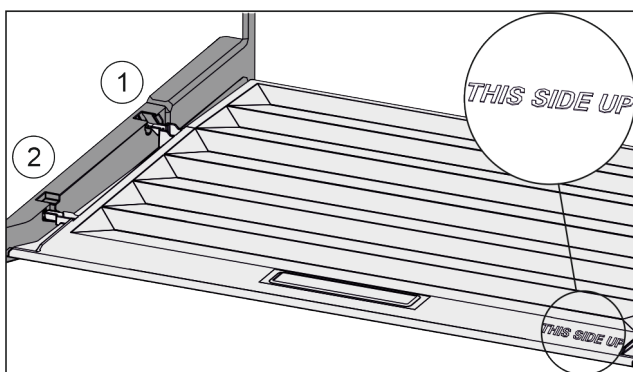

Fig. 32
- Introduire les rainures du couvercle par l'orifice du support arrière Fig. 32 (1) et les enclencher à l'avant dans le support Fig. 32 (2).